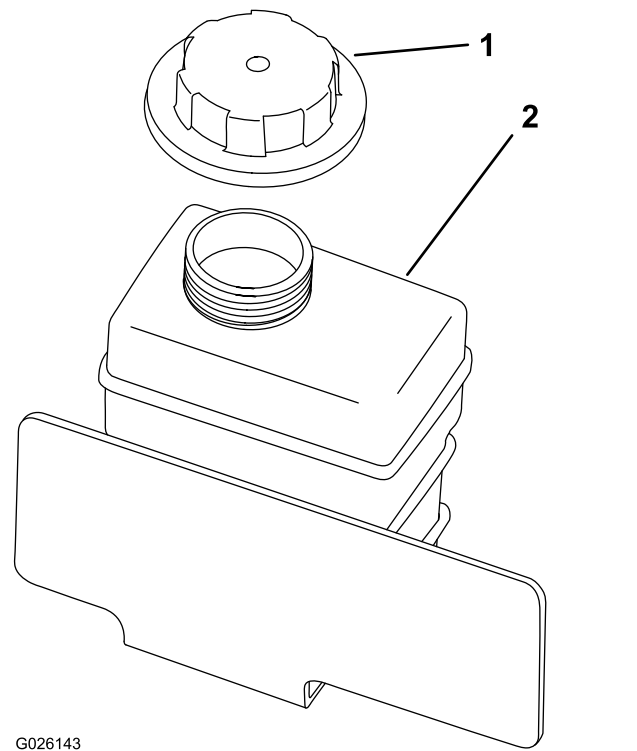

Figura 19
2. Compruebe el nivel de refrigerante del depósito auxiliar (Figura 19).